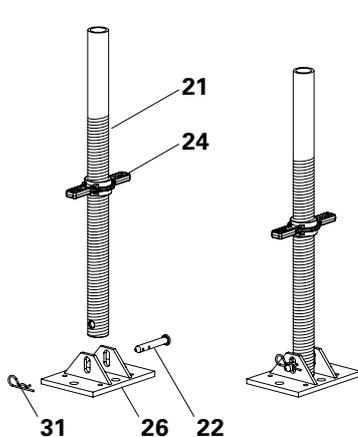

Fig. A3.01
- Desenroscar el maneral (24) en el tubo husillo (21) con unos giros.
- Colocar la placa cabezal (26) con la cara superior hacia abajo.
- Ubicar el tubo husillo sobre la placa y conectar con el bulón (22).
- Asegurar el bulón con la grupilla (23).
- i Los husillos cabezal ya están preparados. (Fig. A3.01)